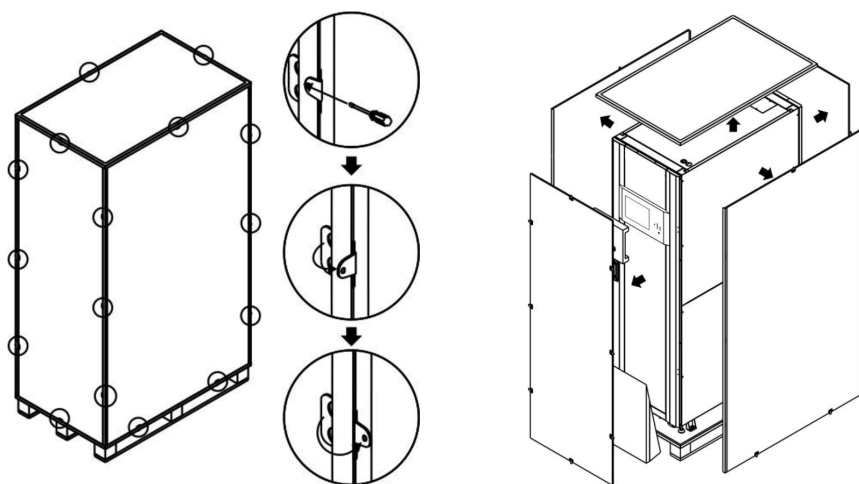

Figura 3-6 Desempaque del UPS-IND 1300 MRI
2. Siga las indicaciones que se muestran en la figura 3-6 para retirar el cartón y espuma de empaque.